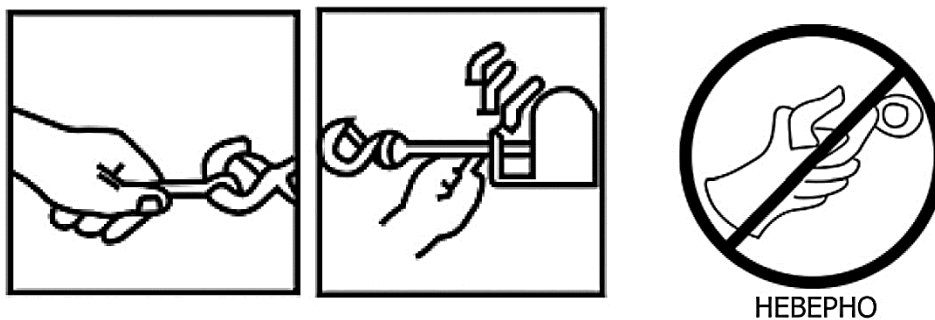

Рисунок 8.
**ОПАСНО:** При работе с тросом надевайте перчатки из крепкой кожи. Всегда используйте устройство для защиты рук на крюке (рисунок 8). Никогда не вставляйте пальцы в крюк. Это может стать причиной травмы.